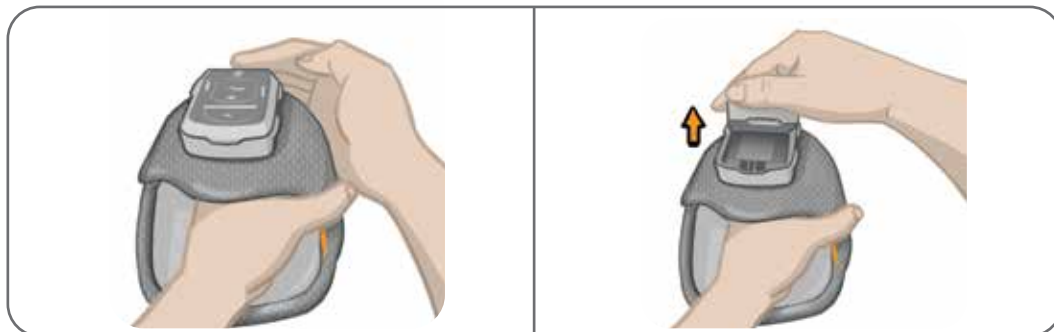

Figure 8-12 : Retrait de l'EPG
2. Dégagez la partie supérieure de l'EPG du support. Reportez-vous à la figure 8-12.